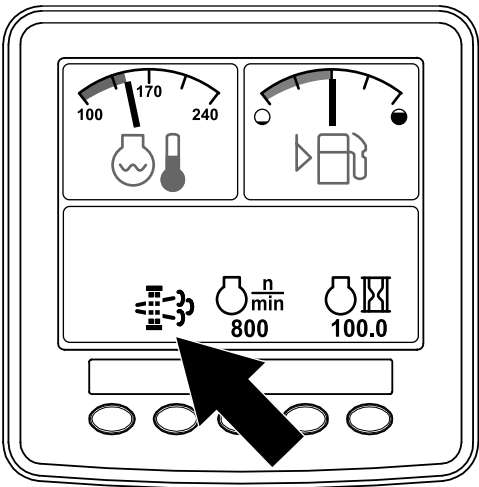

Figura 47
- Cuando la computadora del motor solicita una regeneración estacionaria o de recuperación, aparece el icono de solicitud de regeneración (Figura 47) en el InfoCenter.